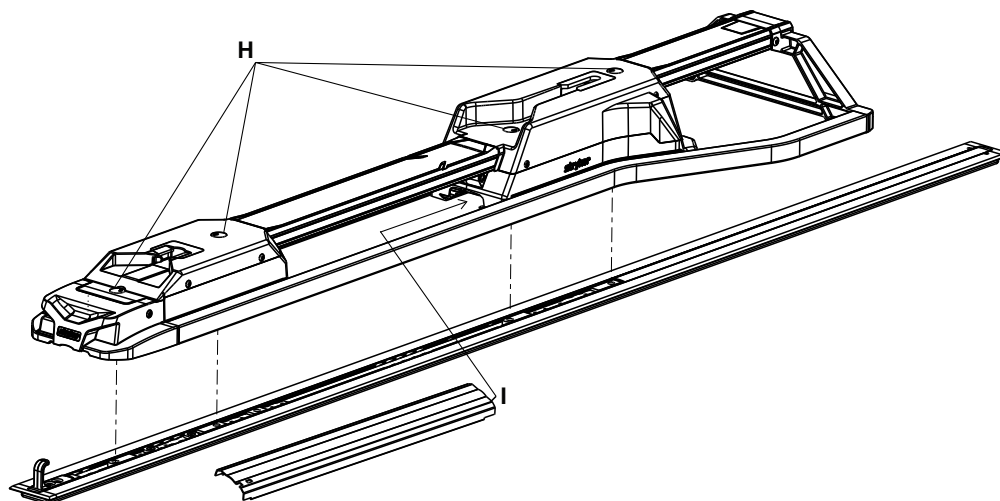

Figura 11 – Collegamento del dispositivo di ancoraggio
17. Ruotare i coperchietti girevoli (H) di mezzo giro per accedere ai bulloni collegati alla piastra a pavimento situati sotto i coperchietti stessi (Figura 11).
19. Con una chiave a brugola da 3/8 di pollice, installare gli altri tre bulloni collegati alla piastra a pavimento (H) nelle due barre (Figura 11).
23. Inserire il lato senza tacca del gruppo del coperchio centrale (6392-001-011) (I) nell'apertura dell'alloggiamento del lato testa (Figura 11).
- _____ Con una chiave dinamometrica, controllare che tutti i bulloni collegati alla piastra a pavimento (A) siano serrati a 60 ± 10 ft-lb (81 ± 14 Nm) (Figura 11).